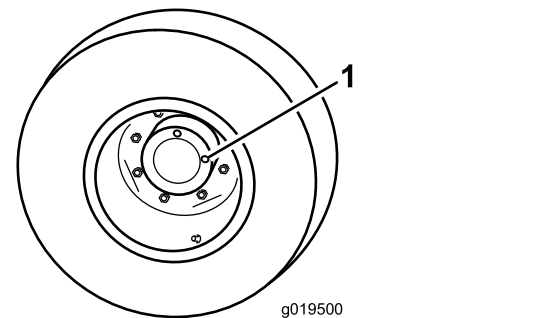

Bild 82
1. Wenn die Maschine auf einer ebenen Fläche steht, positionieren Sie das Rad so, dass eine Prüfschraube auf 12 Uhr und die andere auf 3 Uhr steht (Bild 82).
1. Prüf-/Ablassschraube (2)
2. Entfernen Sie die Schraube, die auf 3 Uhr steht (Bild 82).